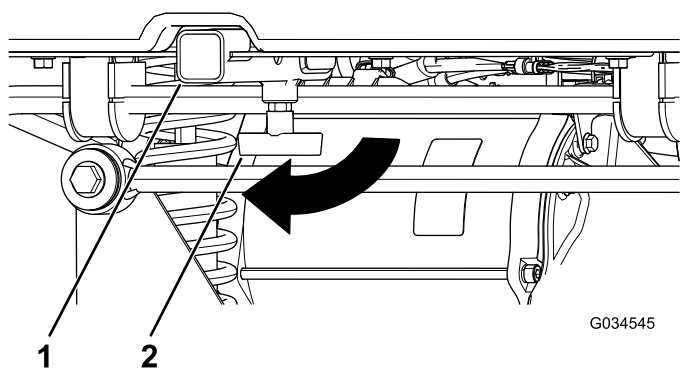

Figura 15
1. Afloje la maneta en T girándola en sentido horario (Figura 15).
2. Introduzca el accesorio en el receptor hasta que los taladros queden alineados (Figura 15).